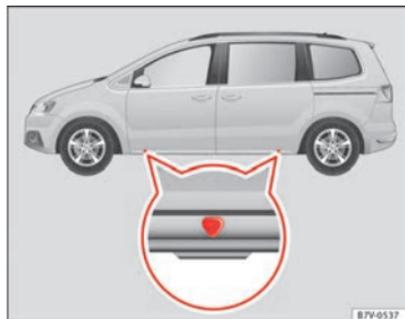

Abb. 186 Aufnahme-
Der Wagenheber darf nur an den gezeigten Aufnahmepunkten (Markierungen in der Karosserie) angesetzt werden ⇒ Abb. 186. Die Markierung zeigt die Position der Aufnahmepunkte **unter** dem Fahrzeug an. Die Aufnahmepunkte befinden sich an Stegen, die **hinten** den vorderen Kanten liegen
5. Den Wagenheberaufnahmeort ⇒ **Abb. 186** unter dem Fahrzeug suchen, der dem zu wechselnden Rad am nächsten liegt.